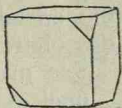

Fig. 65. Cubul modificat pentru tetraedru.
**Tetraedrul** ia naștere modificând printr'o față, *ca la octaedru*, numai 2 unghiuri alternative sus și 2 unghiuri alternative jos fig. 65. Ne mai putem închipui formarea tetraedului presupunând că 2 fețe ale octaedrului sus și alte 2 necorespunzătoare jos cresc acoperind pe celelalte, figura 66.